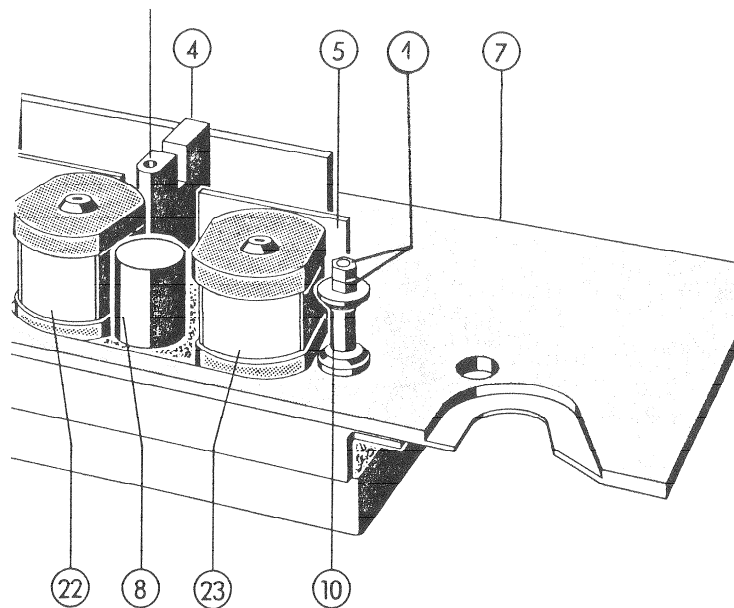

Fig. 2
Rechter Bandführungsbolzen ⑩ (Fig. 2) durch Lösen der 7 mm Mutter von unten ausbauen. Klemmt der Bandführungsbolzen in der Abdeckplatte ⑦ (Fig. 2), so kann er nach dem Ausbau der kompletten Deckleiste (siehe Punkt 9) durch einen leichten Schlag mit einem Plastikhammer entfernt werden.
- Wichtig: Niemals die Muttern ① (Fig. 2) lösen, da sonst die Führung ohne die nötigen Lehren nicht mehr eingestellt werden kann.
Remove the right-hand side tape guide bolt ⑩ (fig. 2) by loosening the 7 mm nut on the bottom of the headblock assembly. If the tape guide bolt is frozen in the headblock cover plate ⑦ (fig. 2) then knock it out carefully with a plastic hammer. (remove the whole coverstrip see point 9).
- Important: Never loosen the nuts ① (fig. 2) because it is impossible to align the tape guide without the required gange.
Führungsbolzen (10) (Fig. 2) wieder montieren.</p> <p>15.) Kopfträger montieren</p> <p>16.) Untere Laufwerkabdeckung anschrauben</p> <p>17.) Vordere Laufwerkabdeckung befestigen.</p> <p>18.) Bandlauf kontrollieren</p> <p>19.) Löschköpfe einstellen (Siehe Anleitung am Schluss).</p> <p>20.) Kopfträgerabdeckung (1) montieren. Falls die Führungsrolle am Deckel ansteht, dieselbe ausrichten.</p> <p>21.) Die mechanischen und elektrischen Einstellungen überprüfen gemäss SI 69/82.</p> <p>Achtung:
Mount guide bolt (10) (fig. 2)</p> <p>15.) Mount headblock</p> <p>16.) Mount bottom transport coverplate.</p> <p>17.) Mount front top transport cover.</p> <p>18.) Check tape path</p> <p>19.) Align erase heads (refer to instructions below)</p> <p>20.) Mount head coverplate (1). Should the antiscrape flutter roller not fit properly into the special cutout of the headcover plate, turn it to a centered position.</p> <p>21.) Check the mechanical and electrical alignments according to SI 69/82.</p> <p>Please note: